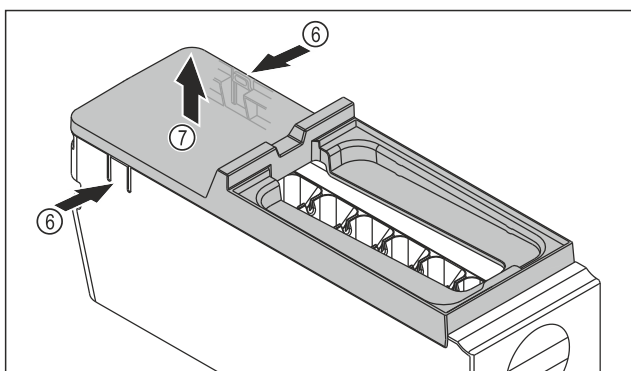

Fig. 106
- ▶ Wyjmowanie osłony korpusu EasyTwist-Ice: Docisnąć jedną ręką nakładki Fig. 106 (6) po obu stronach korpusu EasyTwist-Ice.
- ▶ Drugą ręką wyjąć osłonę Fig. 106 (7) ku górze.